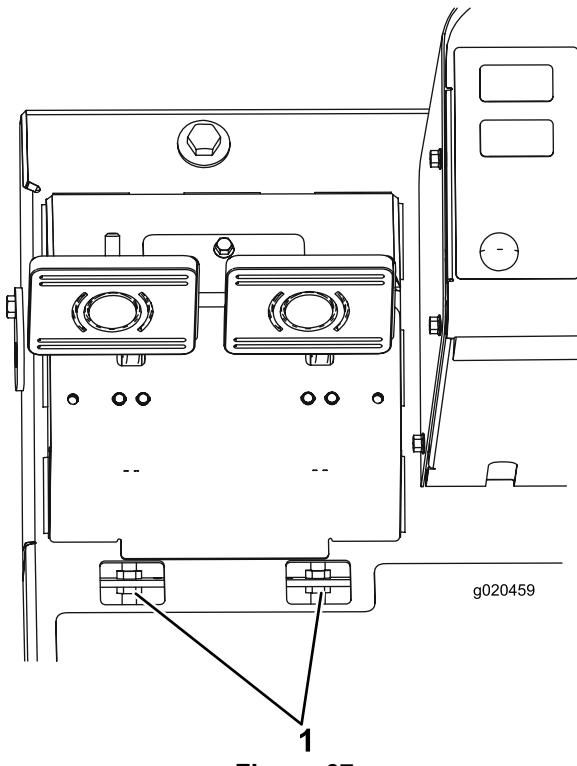

Figura 67
- Afloje la tuerca delantera del extremo roscado del cable de freno (Figura 67).